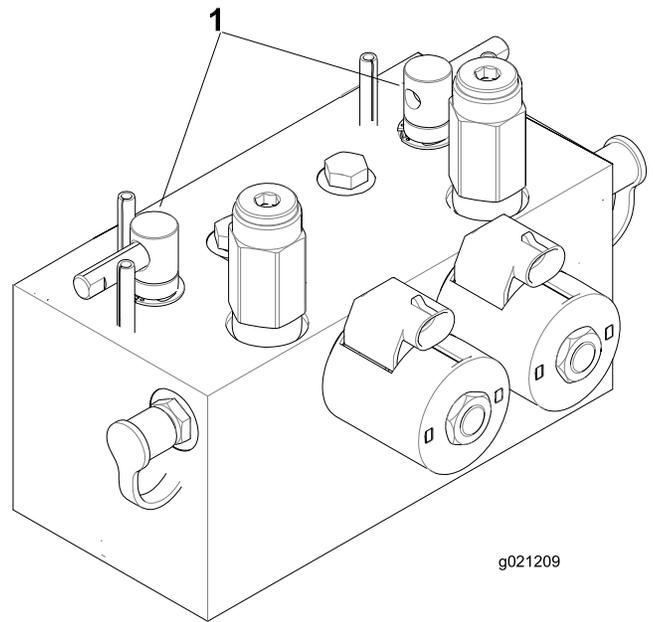

图74
2. 松开并提起座椅，露出倒磨控制杆（图74）。
5. 选择前、后或同时两个倒磨控制杆，确定哪个装置需要倒磨（图74）。